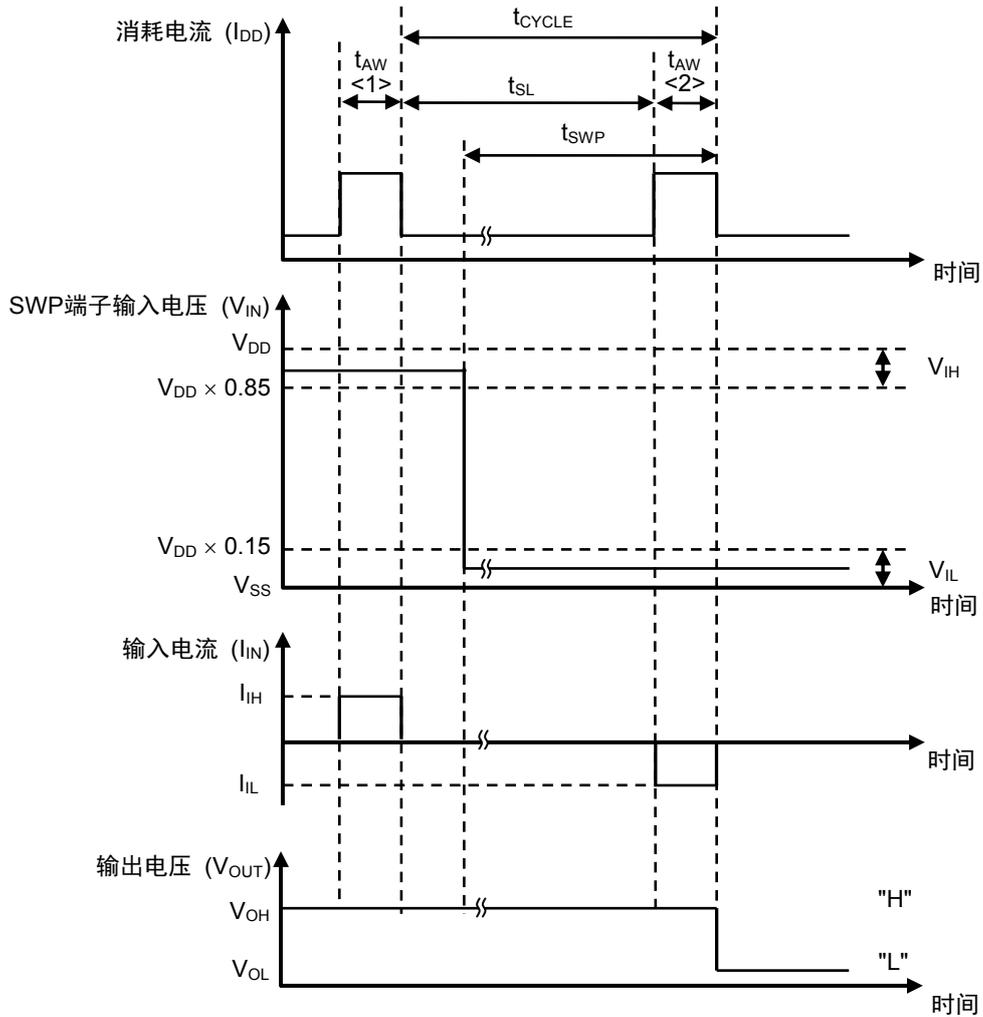
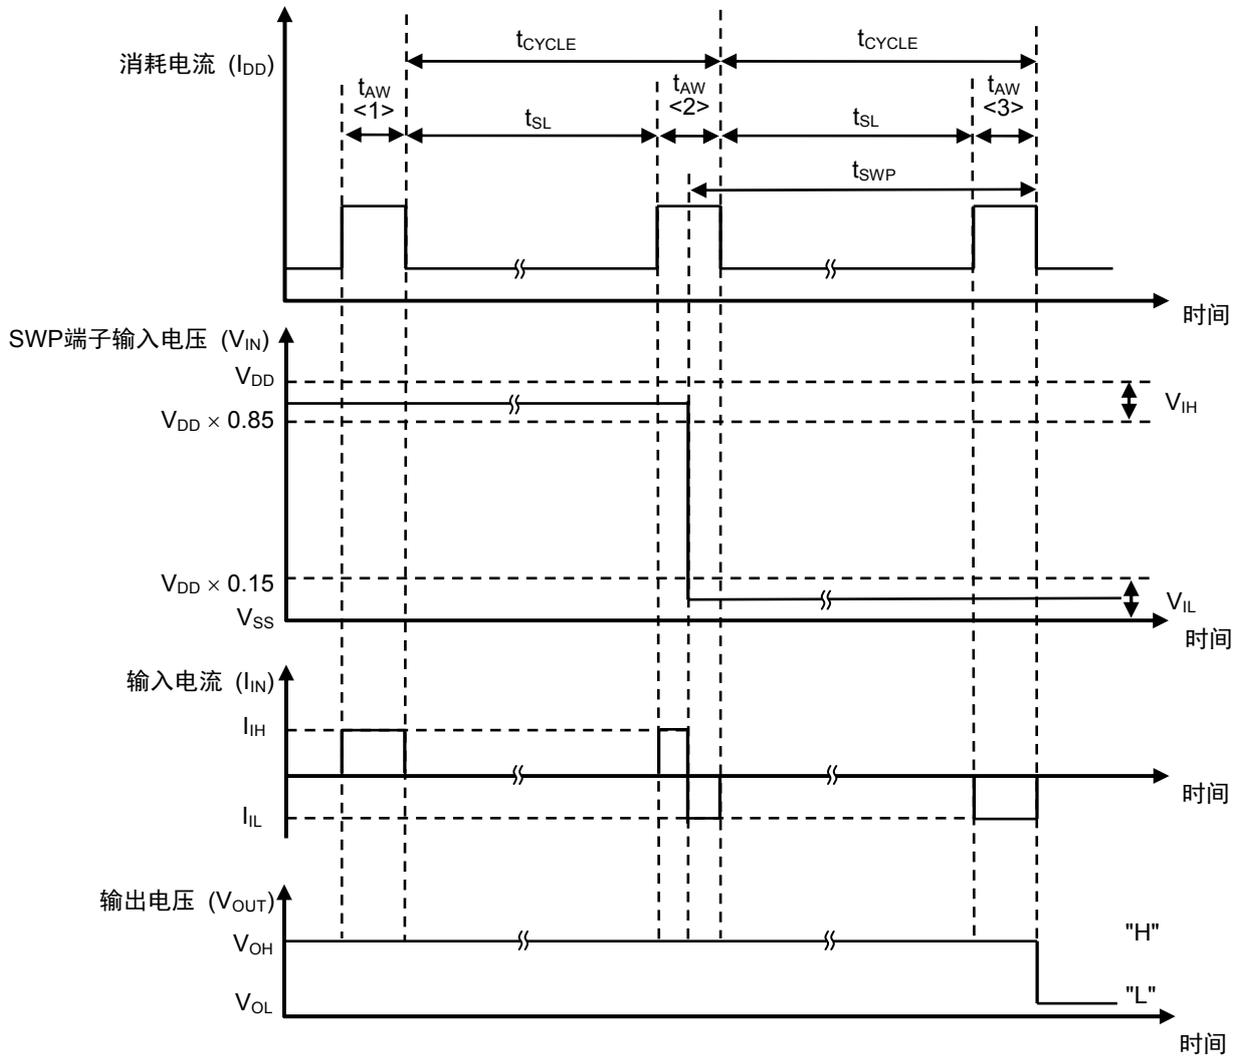

图21 在 $t_{AW<2>}$ 内 V_{IN} 不发生变化时
图22 在 $t_{AW<2>}$ 内 V_{IN} 发生变化时
在唤醒模式时间 (t_{AW}) 内, 本IC通过检测SWP端子输入电压 (V_{IN}), 在 t_{AW} 结束时切换检测极性。图21、图22表示动态 "L" 产品在磁束密度 (B) $> B_{OP3}$ 时, 从N极切换到S极的时序图。
V_{IN} 在 $t_{AW<2>}$ 内发生变化时, 本IC有可能会输出相应于 $t_{AW<1>}$ 结束时的检测极性的 V_{OUT} 。 $t_{AW<3>}$ 的工作请参阅图21。